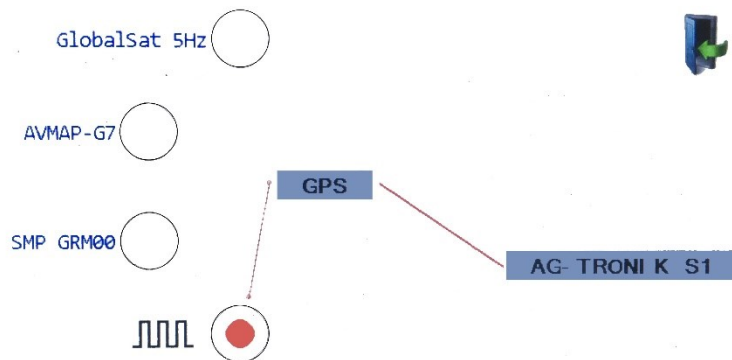

Bild 30
- Im Hauptmenü (Bild 10)  wählen und  markieren (Bild 30).